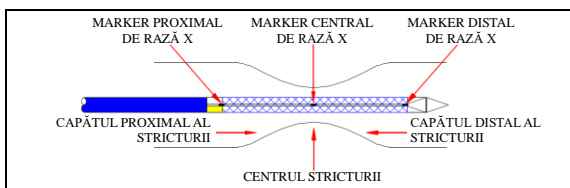

Figura 4
- Atunci când markerul central de raze X ajunge în centrul stricturii țintă, continuați să trageți înapoi conectorul în formă de Y până când stentul este complet instalat. (A se vedea Figura 4, 5)